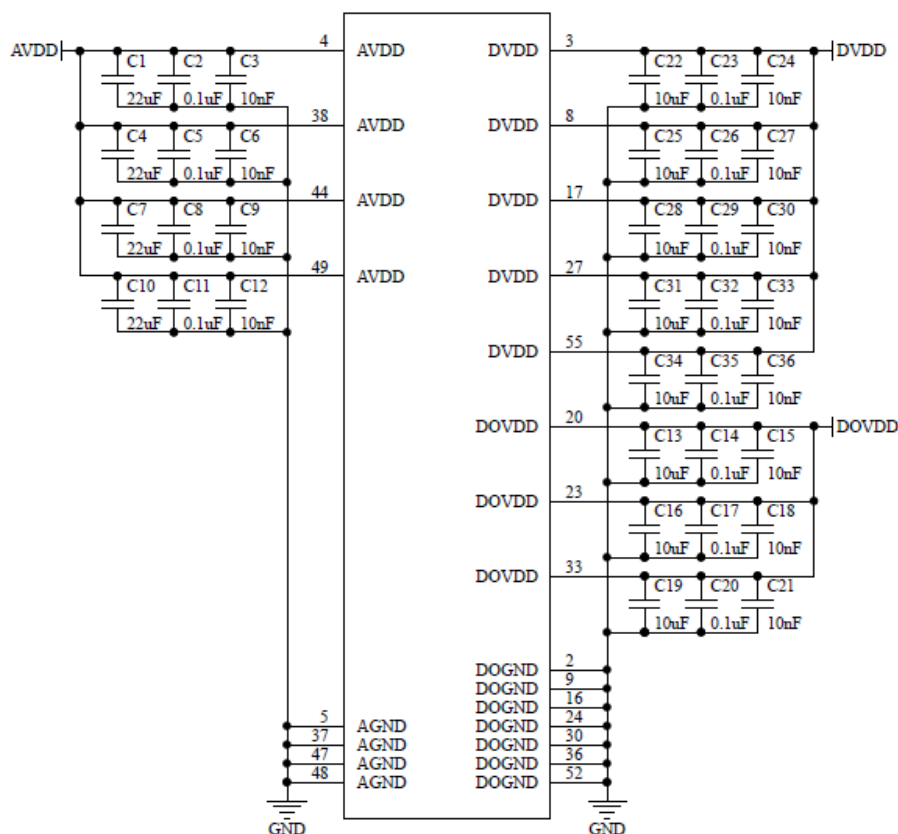

图 3-2 电源供电和滤波连接方式
- 1) SC031GS 芯片分三路电源供电：DOVDD 外接 1.8V，AVDD 外接 2.8V，DVDD 外接 1.5V。其中，AVDD 必须单独外接 2.8V 电源，在每个 AVDD 引脚附近放三个电容（推荐电容组合 22uF+0.1uF+10nF）。DOVDD 外接 1.8V 电源，在每个 DOVDD 引脚附近放三个电容（推荐电容组合 10uF+0.1uF+10nF）。DVDD 外接 1.5V 电源，在每个 DVDD 引脚附近放三个电容（推荐电容组合 10uF+0.1uF+10nF），分别滤除低频和高频的电源纹波。电容大小可参考图 3-2 提供的电容大小数据；